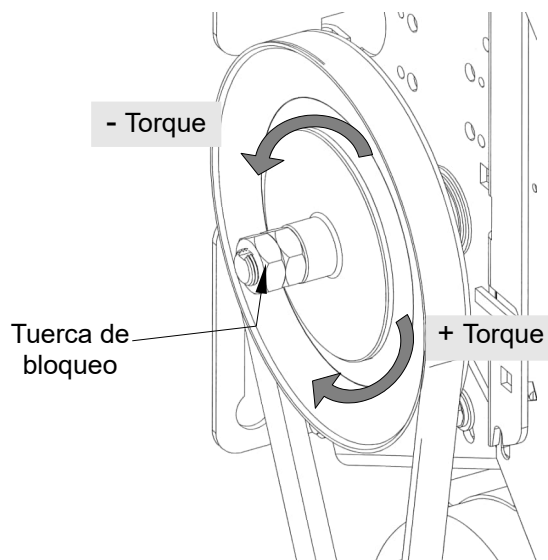

Figura 45 - Ajuste del embrague
1. Abrir las tuercas con (2) llaves 15/16" (ver la Figura 45).